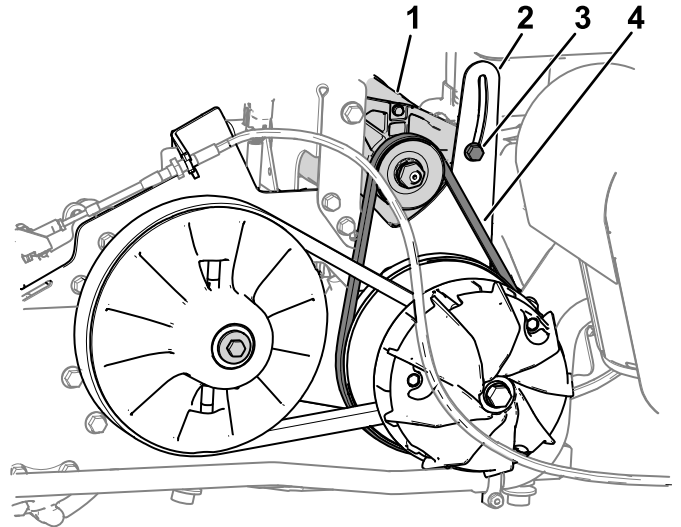

Figura 57
1. Slăbiți piulia de pivotare pentru alternatorul demarorului (Figura 57).
3. Apăsăți levierul în jos pentru a roti alternatorul demarorului în jos, în fanta suportului pivotului (Figura 57), doar până când tensionarea curelei permite o deflexie de 6 mm, cu o forță de 44 N·m.